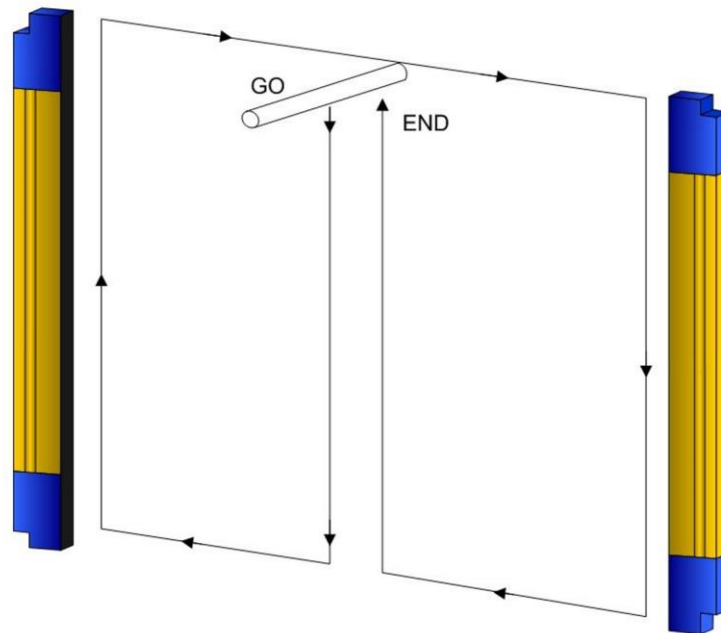

Fig 20 - Path of the test piece
- L'ESPE rimanga in stato di SICUREZZA, e intercetti i raggi lungo la zona protetta utilizzando l'apposito test piece (TP-14 o TP-30), secondo lo schema di **Fig 20 - page 25**.